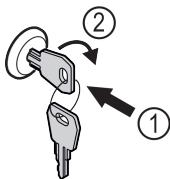

Fig. 176
- Ispauskite raktą Fig. 176 (1).
- Pasukite raktą 90° pagal laikrodžio rodyklę Fig. 176 (2).